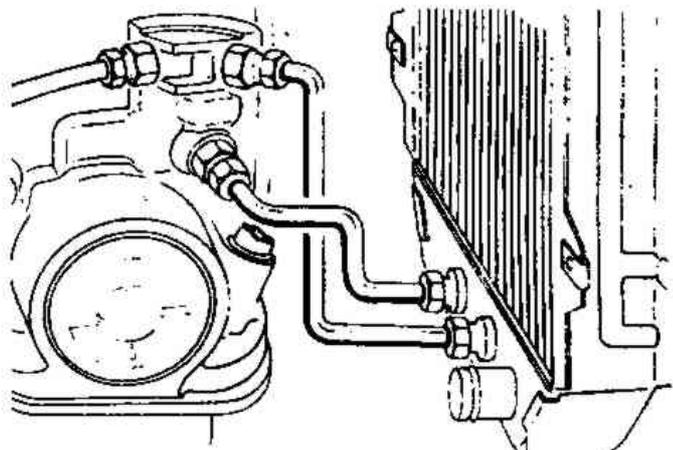

Рис. 6.32. Трубки масляного радиатора (Разд. 10)
11. Отсоедините от трансмиссии трубки масляного радиатора (Рис. 6.32). Во избежание попадания грязи в трубки, заткните их концы.